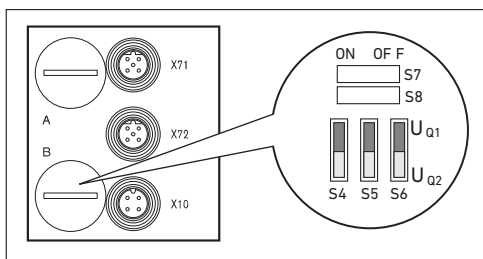

Fig. 9 : Commutateurs S4, S5, S6 destinés à l'affectation des tensions d'alimentation des distributeurs (U_{Q1}, U_{Q2})
Les commutateurs S4, S5 et S6 destinés à l'affectation de l'alimentation des distributeurs se trouvent sous le vissage PG B (voir Fig. 9). A chaque commutateur sont affectés :
1. Ouvrir le capuchon fileté inférieur **B** (voir Fig. 9 à la page 172).
2. A l'aide des commutateurs S4, S5 et S6, attribuer à chaque groupe de distributeurs une des deux tensions d'alimentation U_{Q1} ou U_{Q2} (voir Fig. 9 à la page 172 et Tab. 10).